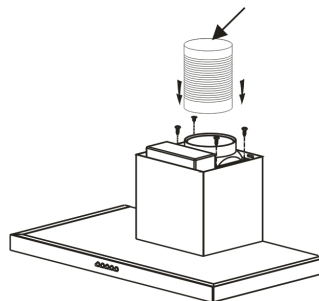

Abb. 5
– Schrauben Sie die dehnbare Hülle (nicht inbegriffen) für die Abluft auf den Ausgang des Motors ohne dabei die Bewegungen des Rückschlagventils zu beeinträchtigen. (Abb. 5).
- Schließen Sie die Hülle des Luftausgangs außen an. (Abb.5)